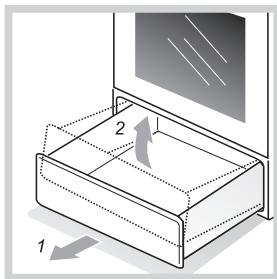

Рис.13
- Как достать ящик, показано на рис. 13.